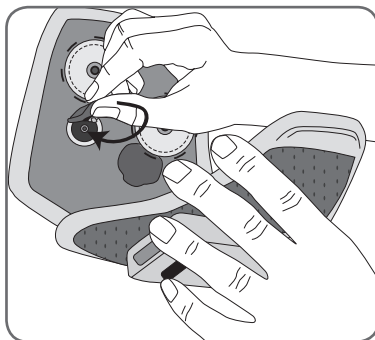

図 28 :電極ベースのスナップをプラグ穴に止めているところ
6. 電極ベースのスナップをプラグ穴に止めます(図 28 を参照)。